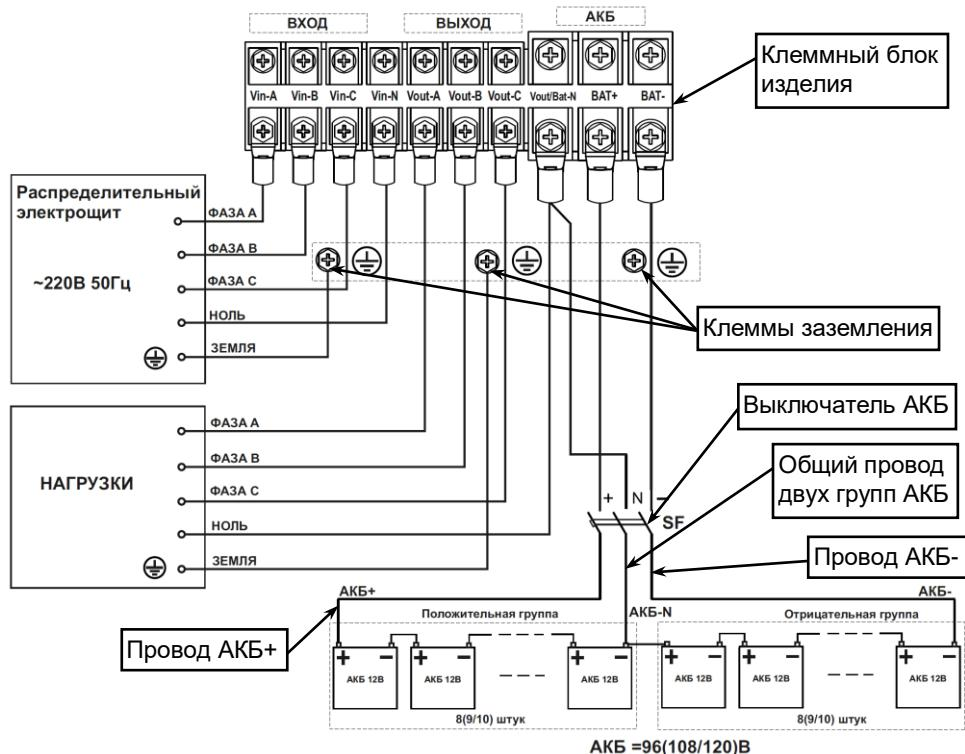

Рисунок 23 — Схема подключения изделия и монтажа аккумуляторной батареи.
Между АКБ и изделием должен быть подключен автоматический выключатель постоянного тока (SF, на номинальный ток 160А, см. рисунок 23).
Автоматический выключатель SF следует перевести в выключенное положение и затем выполнить, **с соблюдением полярности**, последовательное соединение батарей 12В, в соответствии с двуполярной схемой (см. рисунок 23) при помощи перемычек АКБ (НЕ входят в комплект поставки). При монтаже, на перемычки АКБ следует надеть пыльники. После монтажа рекомендуется проверить качество изоляции клемм АКБ.
- подключить провода заземления клеммам заземления (см. рисунок 23);
- Включите защитный автоматический выключатель АКБ (SF) (см. рисунок 23), подождите около 30 секунд;
- Выключите защитный автоматический выключатель АКБ (SF) (см. рисунок 23);